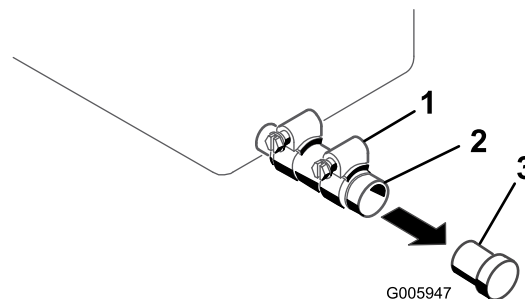

Bild 30
4. Stellen Sie eine Auffangwanne unter das Ölablassrohr (Bild 30).
5. Lösen Sie die Klemme und nehmen Sie die Ablassschraube ab (Bild 30).